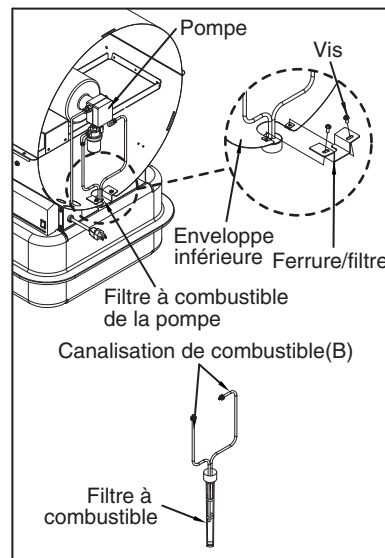

Figure 13. Déposer le filtre du réservoir à carburant
- Débrancher la canalisation de carburant (B) de la pompe et de son filtre avec une clé de 3/8 po (voir la Figure 13).
- Raccorder les canalisations de carburant (B) à la pompe et à son filtre.